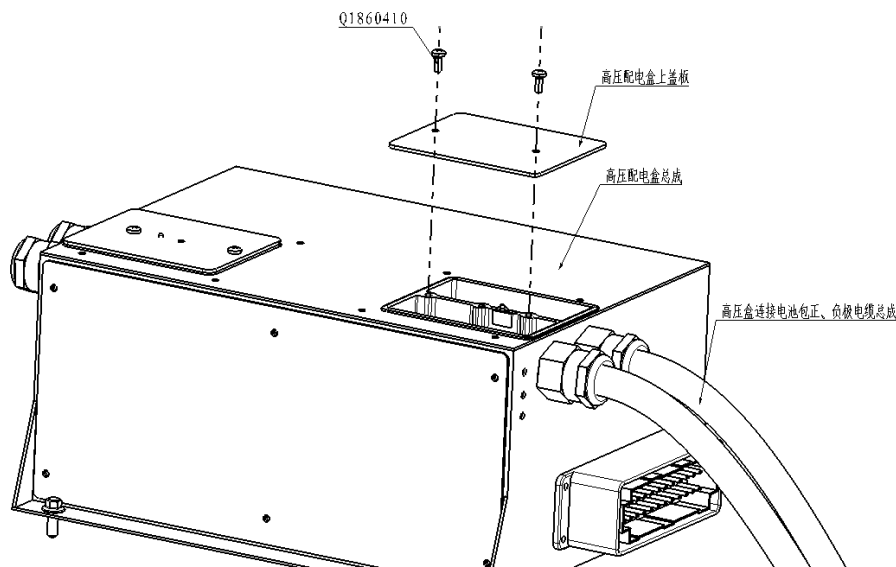

图9-4 维修步骤3
3、高压配电盒端高压盒连接电池包正、负极电缆总成的拆卸，首先将车子落下，再用十字螺丝刀旋出高压配电盒上盖板上两个Q1860410螺钉，打开高压配电盒上盖板（如图9-4所示）。